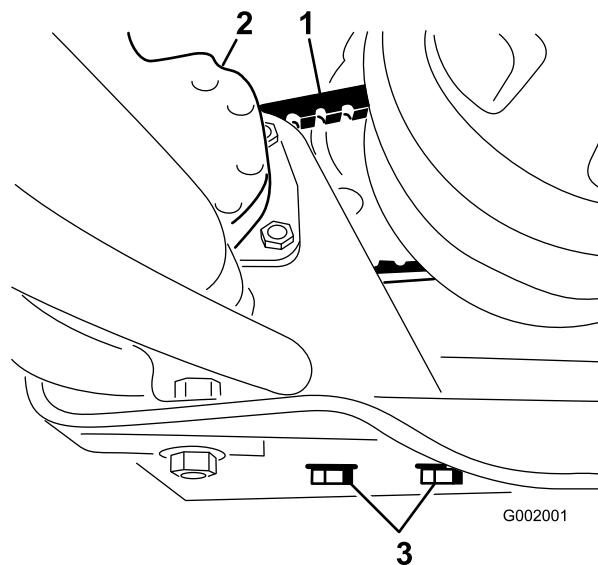

Figura 66
2. Allentate i bulloni di fissaggio della pompa dello sterzo (Figura 66).